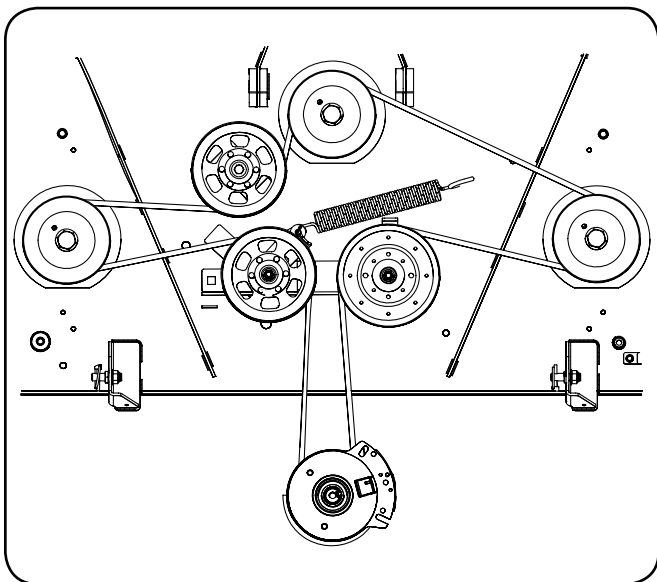

Figura 42
6. Coloque la correa alrededor de las poleas locas que extrajo en el paso 3 con el lado en "V" orientado hacia adentro. Una vez que todo esté en su lugar, vuelva a colocar los elementos de ferretería y ajuste la tuerca de seguridad con brida para sujetar el conjunto. Vea la Figura 42.
7. Pase la correa como se indica en la Figura 42 y vuelva a instalar la plataforma (consulte Instalación de la plataforma).